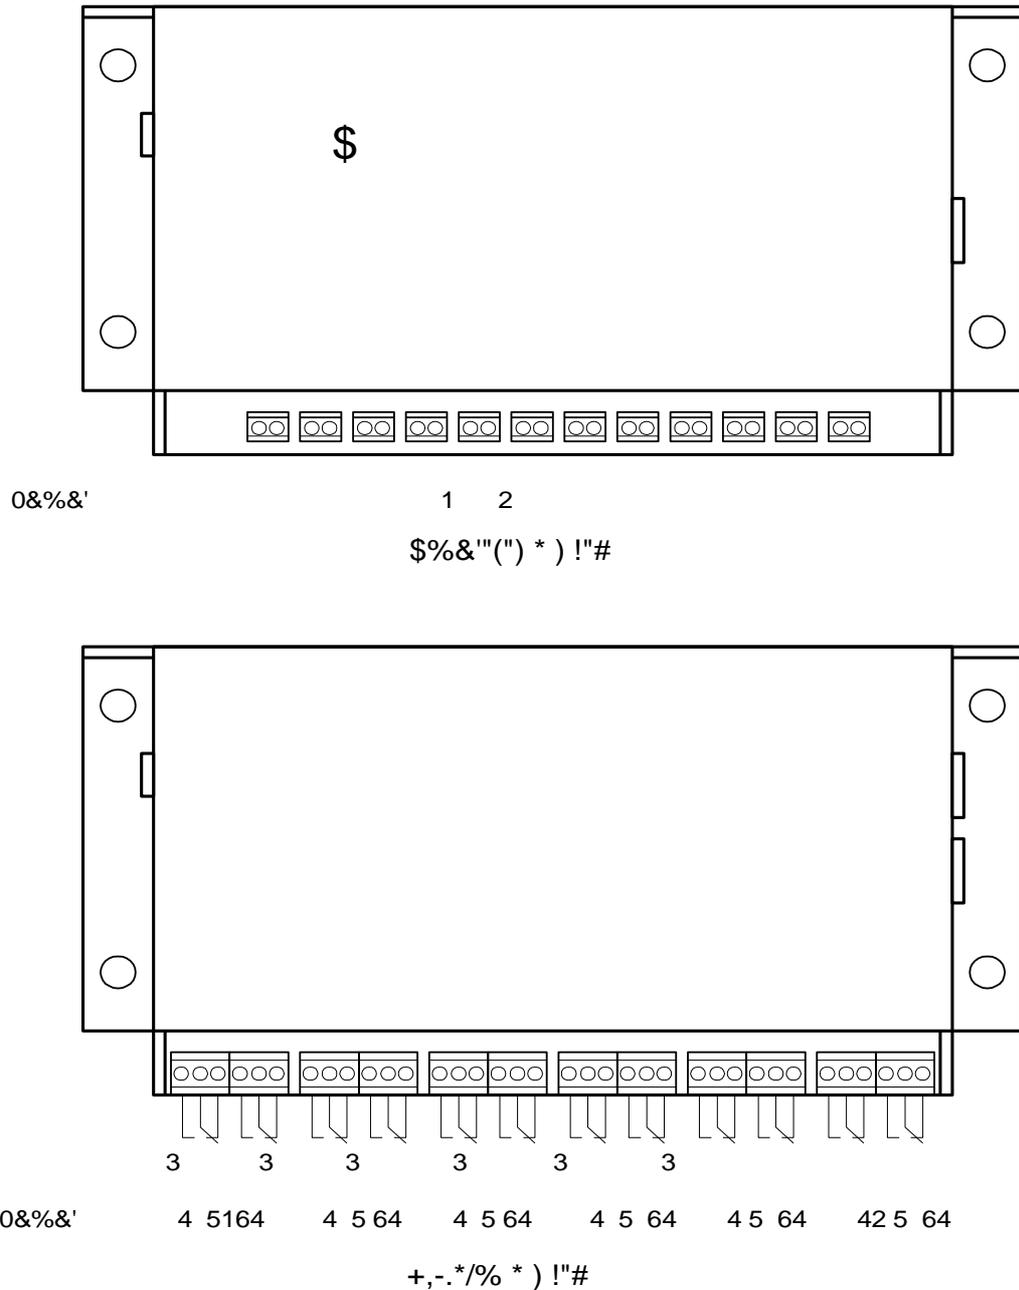

Рисунок 6 - Расположение выходных клеммных контактов для подключения внешних устройств
7.4 Выходные сигналы подключаются к блокам БВА и БВД (Рисунок 6).